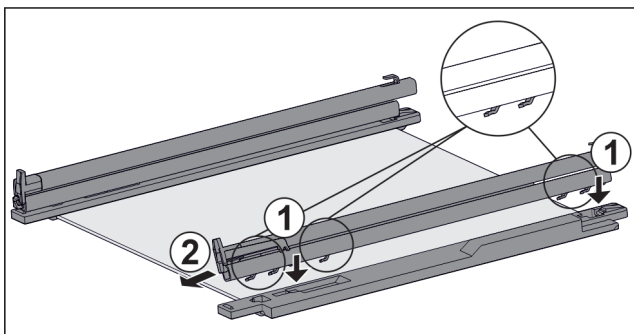

Fig. 126 带轨道和固定件的玻璃隔板
- ▶ 将轨道的挂钩放到左侧固定件的孔上。 Fig. 126 (1)
- ▶ 向前拉轨道。 Fig. 126 (2)
- ▶ 将轨道的挂钩放到右侧固定件的孔上。 Fig. 126 (1)